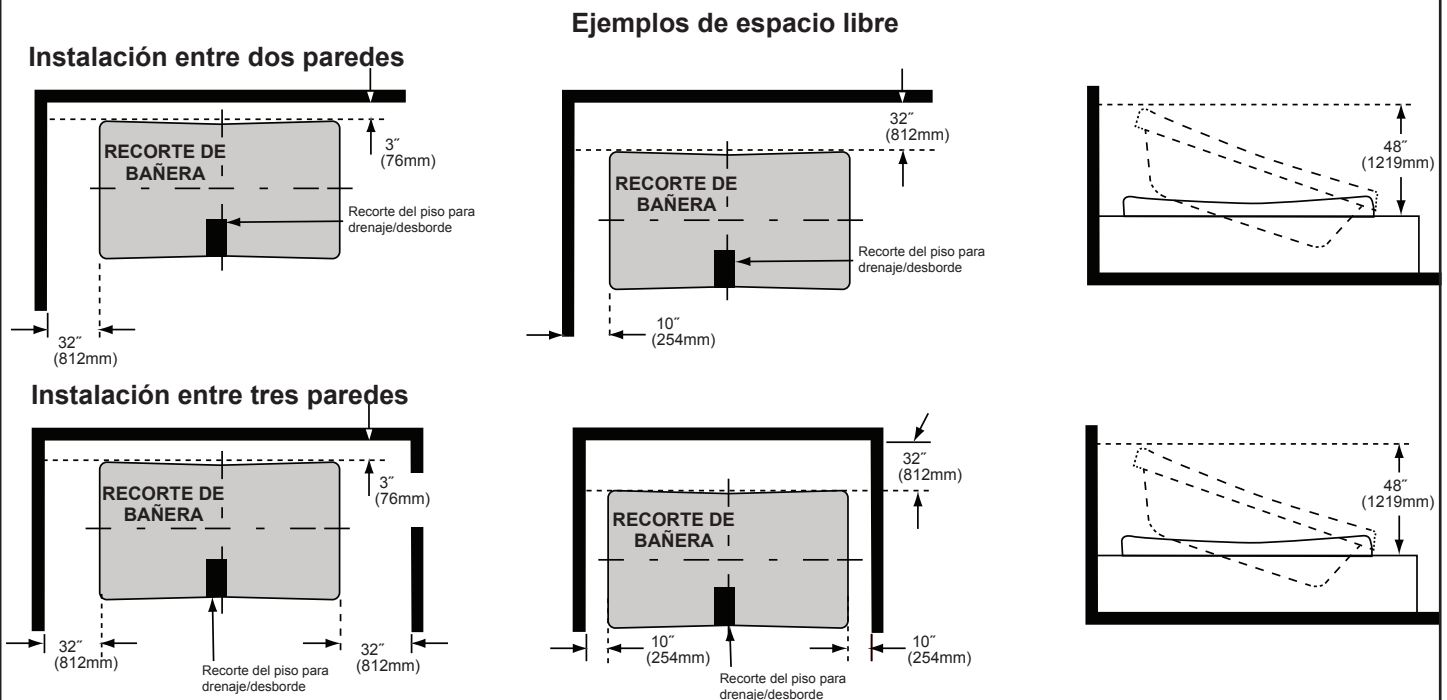

Figura 3
- Para asegurarse de que el instalador tenga espacio suficiente para maniobrar e instalar la bañera, deje un espacio libre respecto a la pared y el cielorraso (Figura 3).